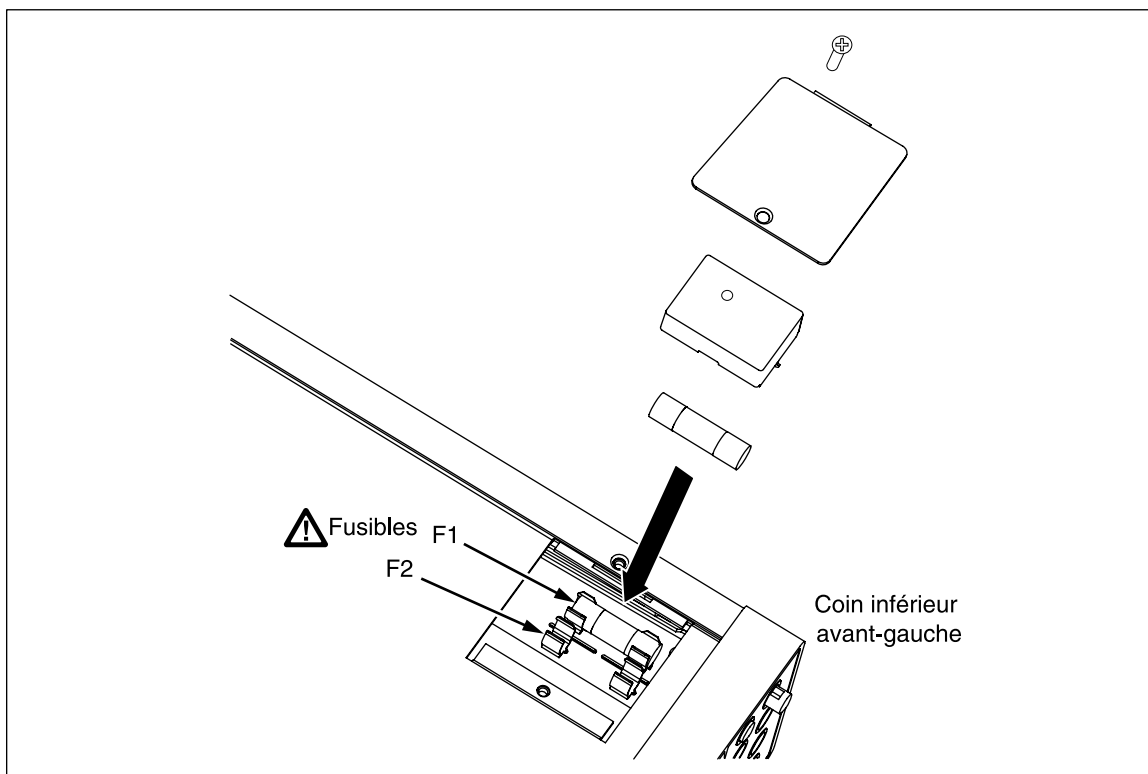

Figure 2-2. Remplacement des fusibles d'entrée de courant
3. Dévissez la vis de fixation de la trappe d'accès au fusible conformément à la figure 2-2.